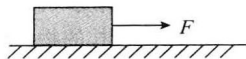

图 1-2
10. (启东市 2009 届高三第一次调研测试题)某同学在探究摩擦力的实验中采用了如图 1-2 所示的操作,将一个长方体木块放在水平桌面上,然后用一个力传感器对木块施加一个水平拉力  $F$ ,并用另外一个传感器对木块的运动状态进行监测,下表是其记录的实验数据.木块的重力为  $10.00\text{N}$ ,重力加速度  $g=9.80\text{m/s}^2$ ,根据表格中的数据回答下列问题(答案保留 3 位有效数字).